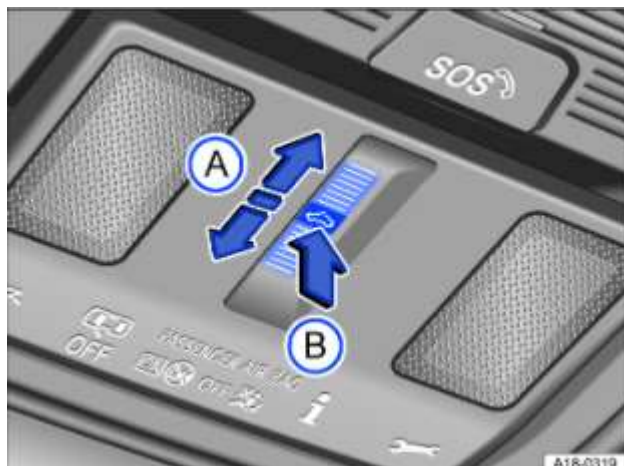

Fig. 66 Dans le ciel de pavillon : bouton de fonction du toit en verre
- Fonctionnement automatique : à l'aide du bouton de fonction , balayez vers l'arrière → Fig. 66 (A).
- Fonctionnement automatique : à l'aide du bouton de fonction , balayez vers l'avant → Fig. 66 (A).
- Fonctionnement automatique : brève pression au centre du bouton  → Fig. 66 (B).
- Fonctionnement automatique : à l'aide du bouton de fonction , balayez vers l'avant → Fig. 66 (A)
ou réalisez une brève pression au centre du bouton  → Fig. 66 (B).
- Nouvelle pression sur le bouton  → Fig. 66 (B).
- Si le toit en verre ne se referme toujours pas, effectuez dans l'intervalle de 5 secondes un balayage vers l'avant du bouton de fonction  et maintenez-le dans cette position → Fig. 66 jusqu'à ce que le toit en verre soit entièrement fermé Toit en verre.